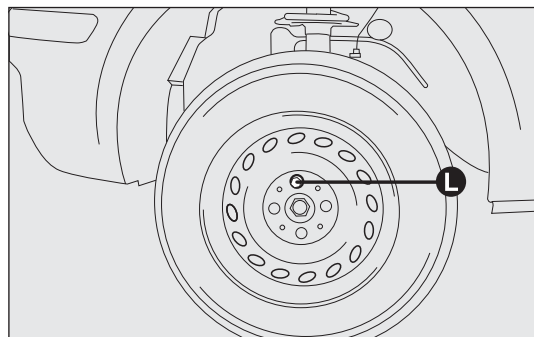

fig. 154
- ❑ per versioni dotate di coppa ruota, togliere la coppa ruota dopo aver svitato i 3 bulloni che la fissano ed infine svitare il quarto L-fig. 154 bullone ed estrarre la ruota;